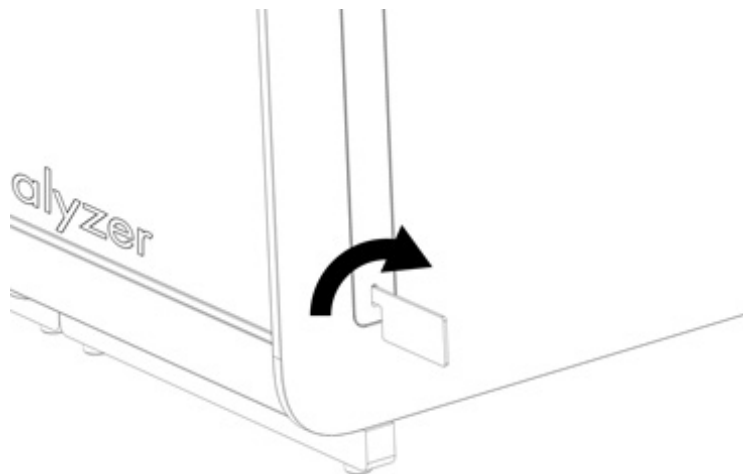

Figura 5. Remoção de tampas protetoras.
2. Remova as tampas protetoras da parte lateral do módulo analítico, utilizando a ferramenta de remoção de tampa protetora fornecida com o QIAstat-Dx Analyzer 1.0 (Figura 5).